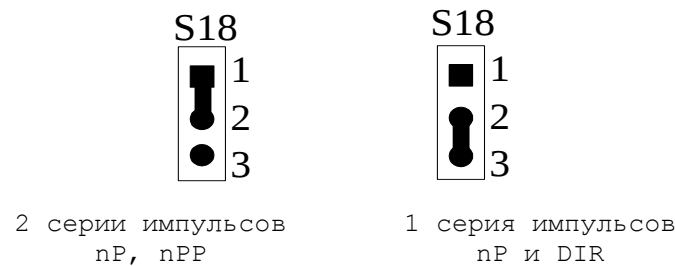

Рисунок 5.29
- **S18** – Данная перемычка служит для выбора режима импульсного задания движения привода. По умолчанию выбирается 1 серия импульсов **nP** и направление движения **DIR**, смотри рисунок 5.29. Модуль **ECDP NC310-38** обеспечивает два режима импульсного задания движения привода, иллюстрация которых показана в таблице 5.17.